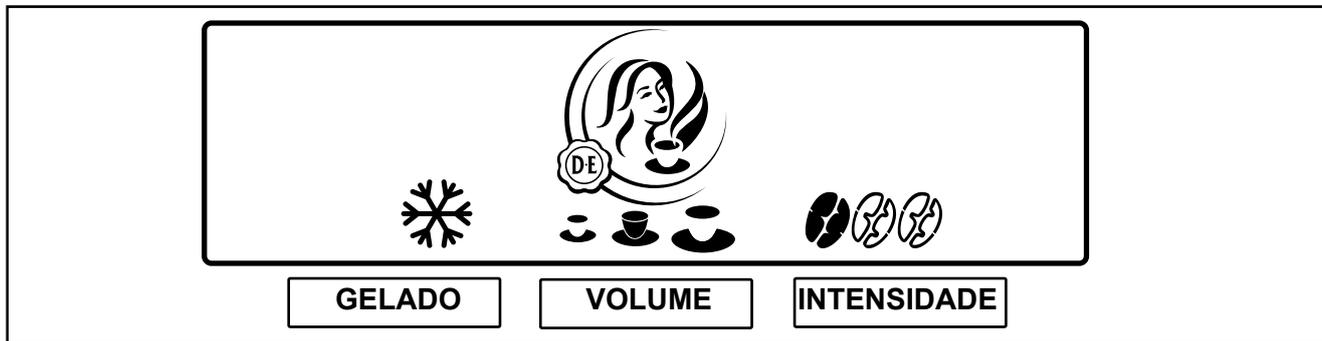

Fig. 16
2. Prima o botão de pré-selecção “**INTENSIDADE**” para activar esta pré-selecção. São exibidos três símbolos de grãos. (Fig. 16)